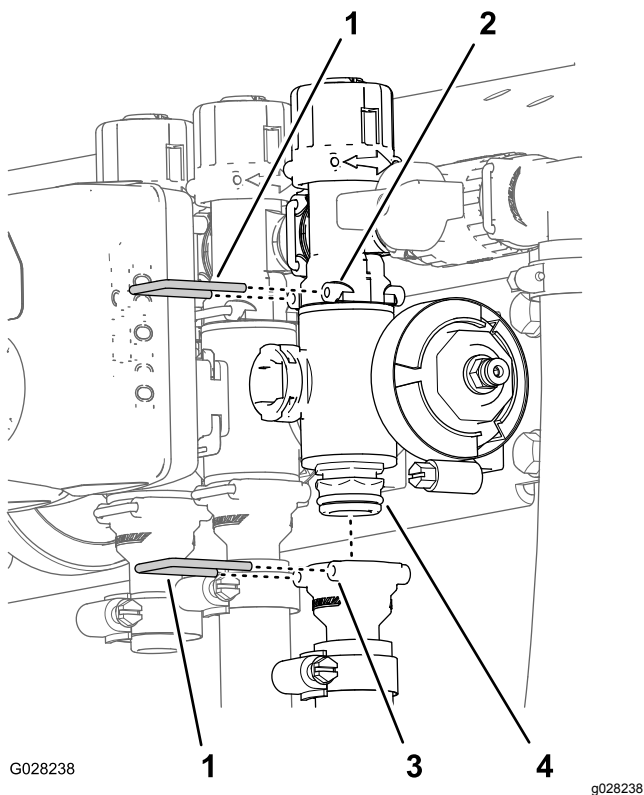

図 81
2. 個別boomバルブのマニホルドをバイパスフィッティングに固定しているリテーナを外す 図 81。